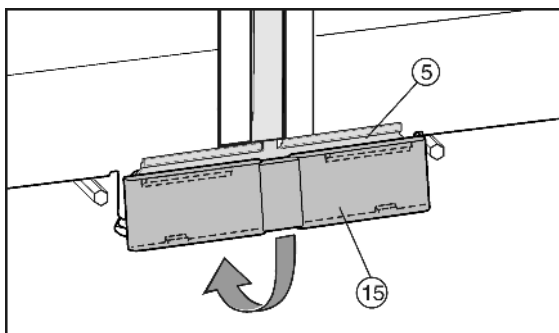

Fig. 11
- ▶ Sätt fast den undre täckplattan *Fig. 11 (15)* uppifrån på förbindelseplåten *Fig. 11 (5)* och lås den nedtill.